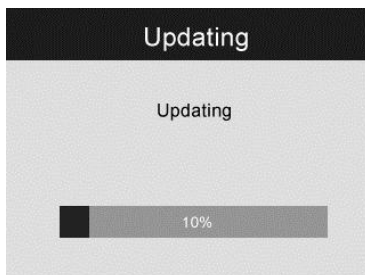

Fig. 29
- 4) Presione el botón Energía para encender la herramienta y presione el botón Arriba hasta que la pantalla de actualización aparezca. Seleccione SI para actualizar la herramienta (**Fig. 29**).